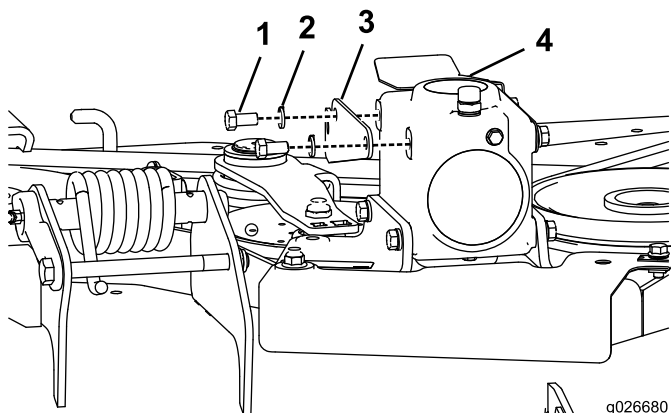

Figura 4
2. Coloque el soporte de giro en la caja de engranajes, según se muestra en Figura 4.